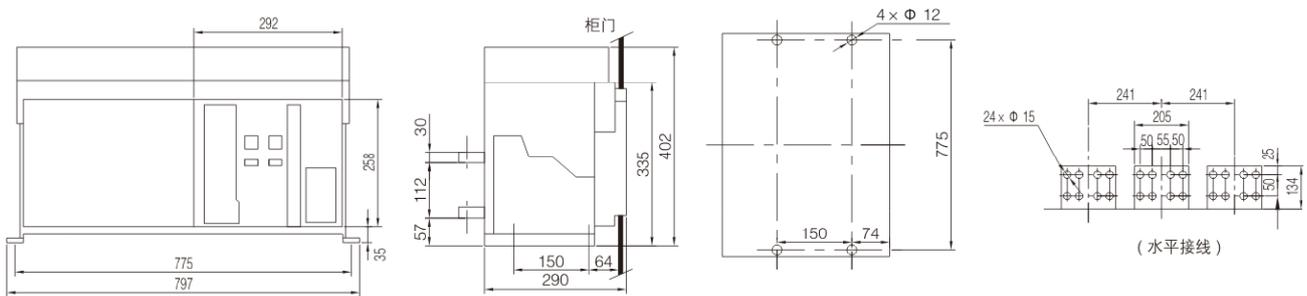

图6h
• CFW45-6300/5000A 固定式断路器三极安装，外形尺寸(见图6h)